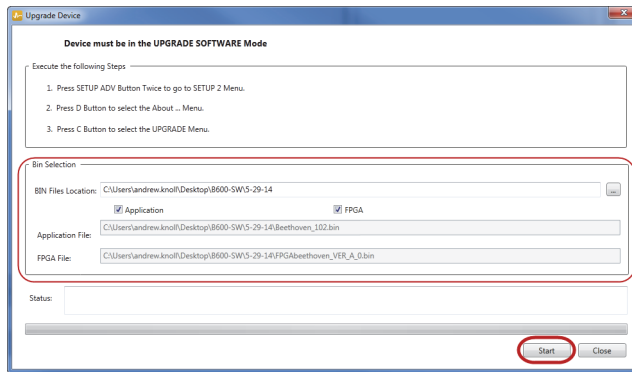

Figure 7-8 Boîte de dialogue Upgrade Device
La boîte de dialogue **Upgrade Device** (Mise à niveau de l'appareil) s'ouvre [voir la Figure 7-8 à la page 194].
6. Sous **Bin Selection** (Sélection emplacement) de la boîte de dialogue **Upgrade Device** (Mise à niveau de l'appareil), sélectionnez l'emplacement du logiciel BondMaster 600, et puis sélectionnez **Application** et **FPGA File (Fichier FPGA)** [voir la Figure 7-8 à la page 194].